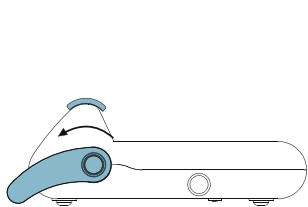

Fig. 2
- 3 Tire de la palanca hasta que se bloquee, será emitido un bip (Fig. 2), dando inicio al sellado (6 segundos). Al fin de este tiempo, el LED  se encenderá y dos bips serán emitidos continuamente.